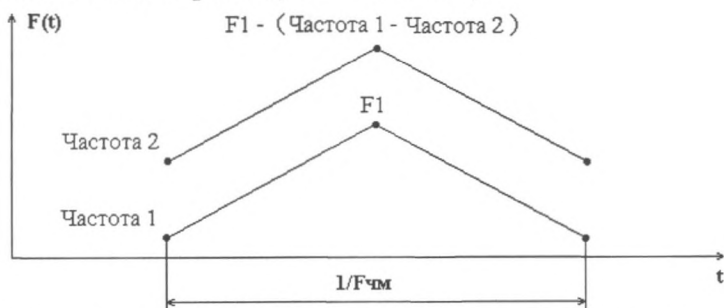

Рис. 2. Зависимость частоты следования импульсов в двух каналах от времени в режиме частотной модуляции.
1.3.14. В режиме "Частотная модуляция" закон модуляции треугольной формы (рис. 2). Девияция частоты следования импульсов в обоих каналах равна ($F1 - \text{Частота } 1$).